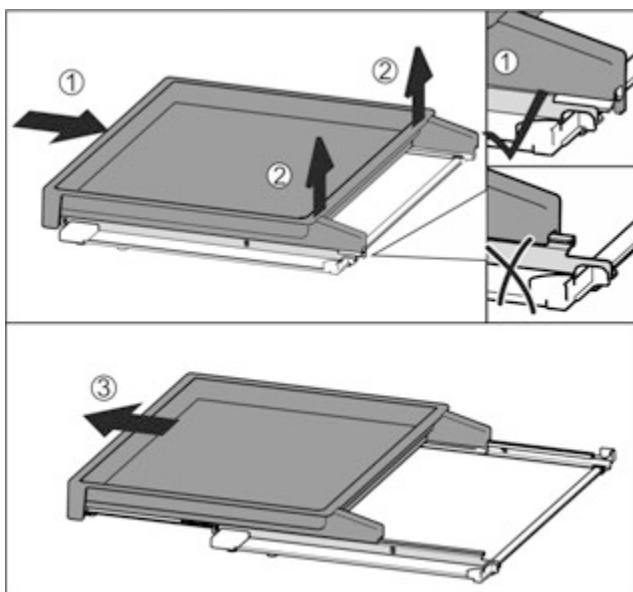

Fig. 96
- Повністю вставте витяжну панель Fig. 96 (1).
► Відпустіти фіксатор на задній стороні Fig. 96 (2).
► Потягніть витяжну панель вперед Fig. 96 (3).